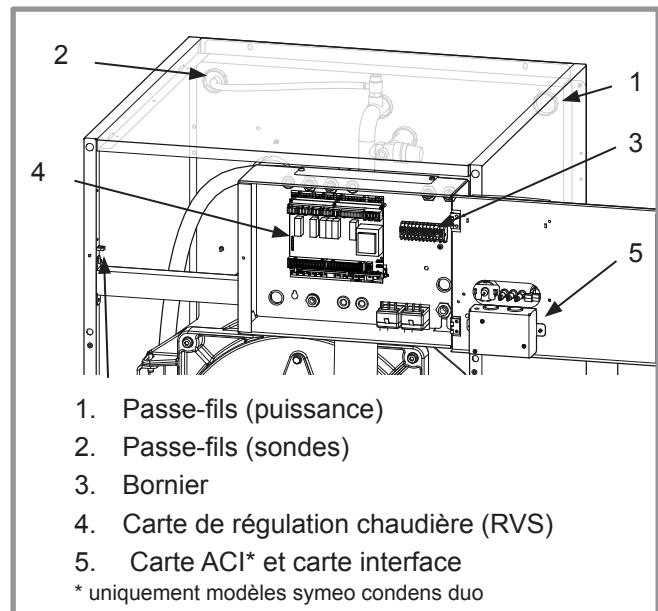

figure 25 - Accès au coffret électrique et descriptif
- Séparer les câbles fort et faible courant afin d'éviter des perturbations.(rep. 1 et 2, figure 25).